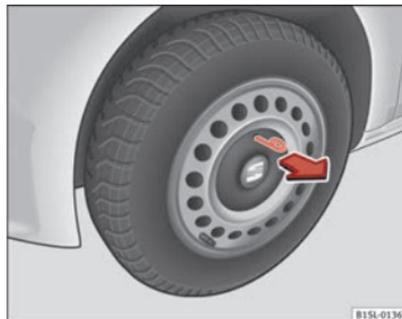

Fig. 140 Rimozione dei copricerchi del cerchio in acciaio
- Per estrarlo utilizzare la staffa a filo disponibile tra gli attrezzi di bordo: agganciare il filo metallico al bordo del coprimozzo → fig. 140.